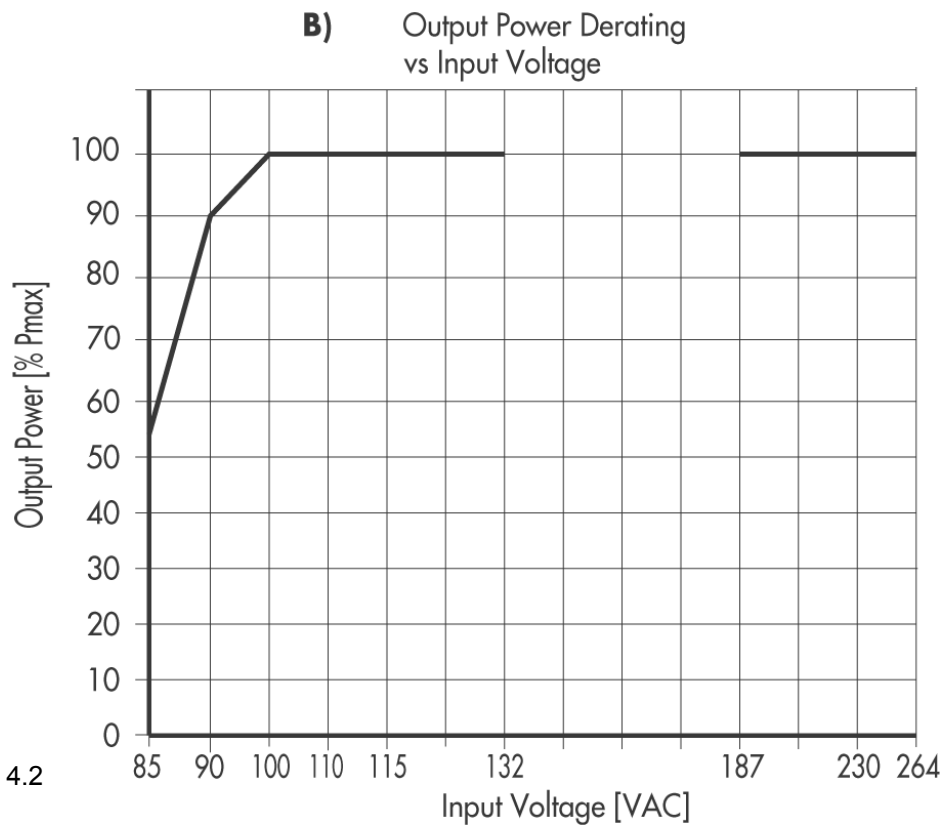

Fig.: 4.2
* Bitte beachten Sie die Leistungsreduktion bei einem Betrieb einer Eingangsspannung unter 110VAC (siehe Fig. 4.2).